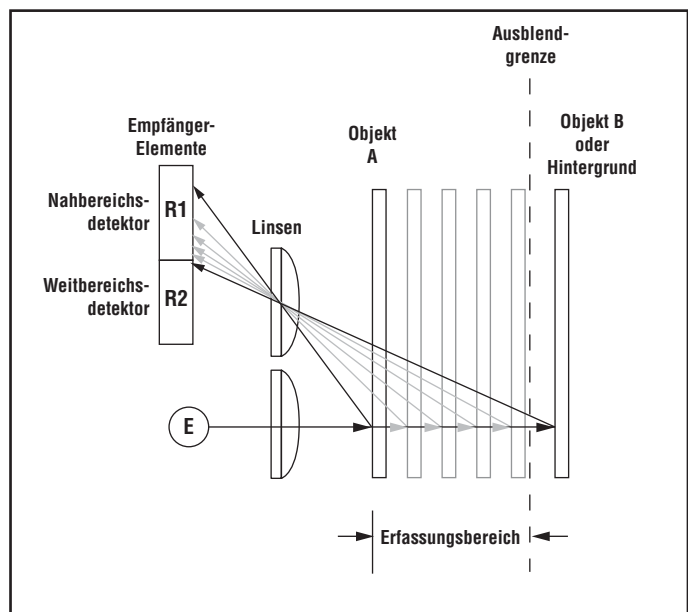

Abb. 2. Funktionsprinzip der einstellbaren Hintergrundausbblendung
Während des Betriebs vergleicht der Q60AF die Reflexionen des von ihm ausgesendeten Lichtstrahls (E), die von einem Objekt zu den zwei unterschiedlich ausgerichteten Detektoren R1 und R2 des Sensors zurückgeworfen werden (siehe Abb. 2). Wenn das auf den Nahbereichsdetektor (R1) auftreffende Lichtsignal stärker ist als das auf den Weitbereichsdetektor (R2) auftreffende Lichtsignal (siehe Objekt A, vor der Ausblendgrenze), spricht der Sensor auf das Objekt an. Wenn das auf den Weitbereichsdetektor (R2) auftreffende Lichtsignal stärker ist als das auf den Nahbereichsdetektor (R1) auftreffende Lichtsignal (siehe Objekt B, hinter der Ausblendgrenze), ignoriert der Sensor dieses Objekt.